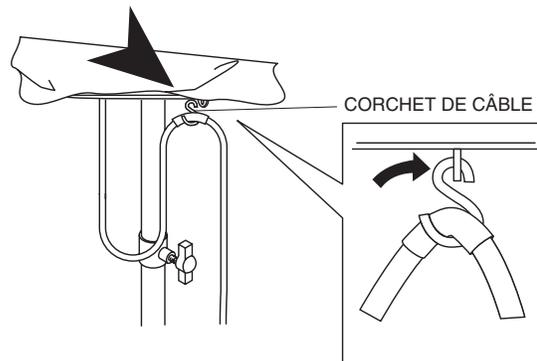

Figure 18. Fixation du câble à l'aide du crochet
4. Fixer le câble d'alimentation en l'accrochant à l'œillet au bas du ballon comme le montre la Figure 18.